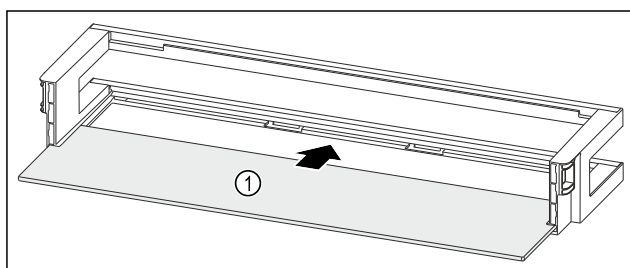

Fig. 260 Türabsteller mit Abstellfläche
- Abstellfläche Fig. 260 (1) in die seitlichen Aussparungen einschieben.